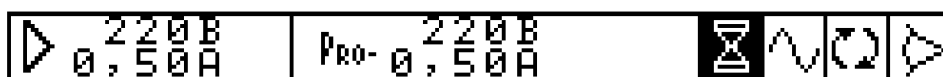

Рисунок 4.4 Строка состояния Генератора при незавершенном процессе модификации/перерасчета параметров
- инверсные пиктограммы «песочные часы» (рис. 4.4) сигнализируют о незавершенном процессе модификации/перерасчета параметров, при отсутствии данной пиктограммы генератор готов осуществить модификацию нового параметра или воспринять другие действия пользователя.